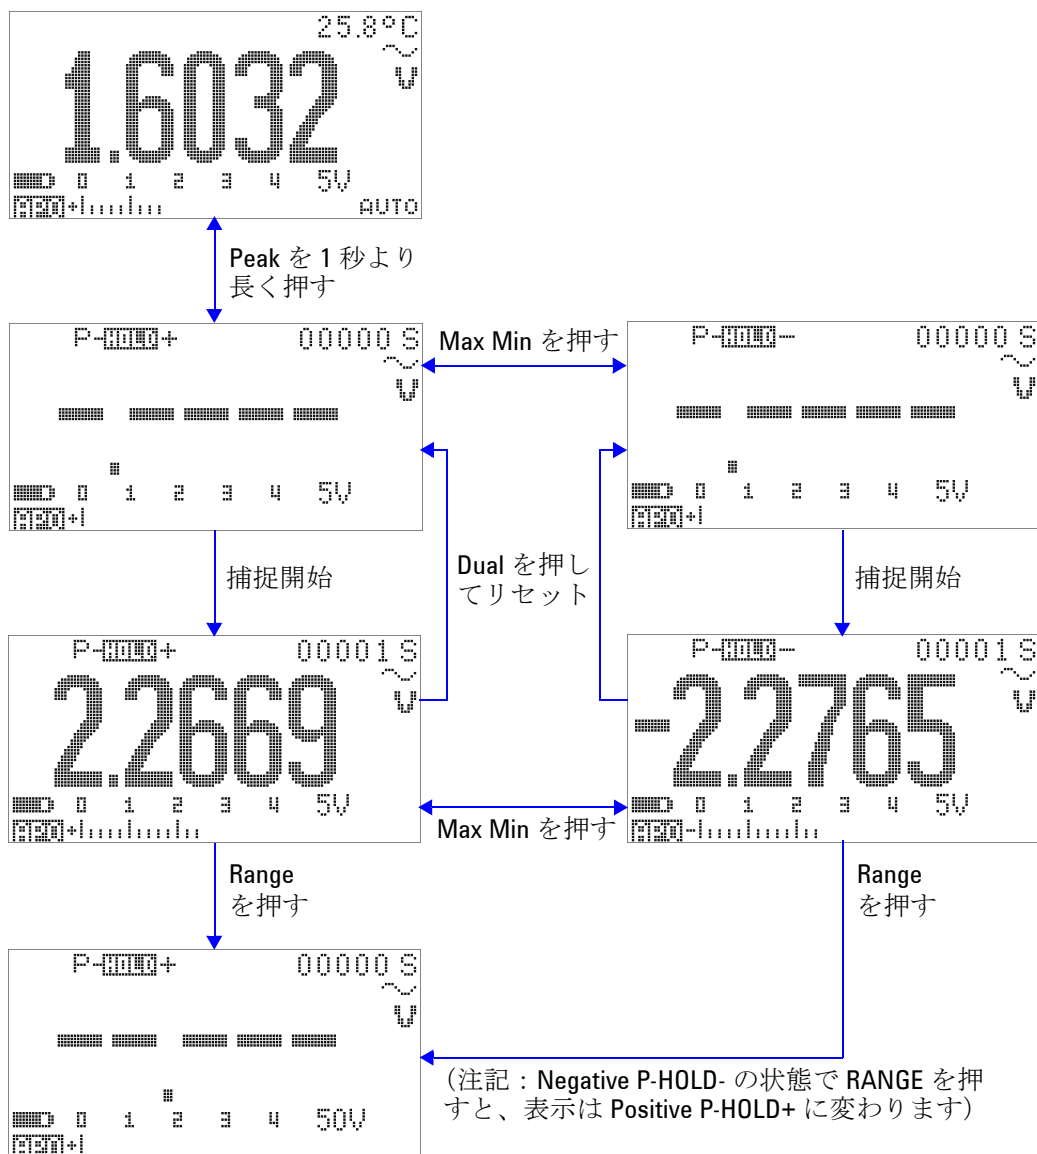

図 3-7 1 ms ピーク・ホールド・モードの操作
- 4  図 3-7 (70 ページ) に示す測定例では、クレスト・ファクタは $2.2669/1.6032 = 1.414$ です。